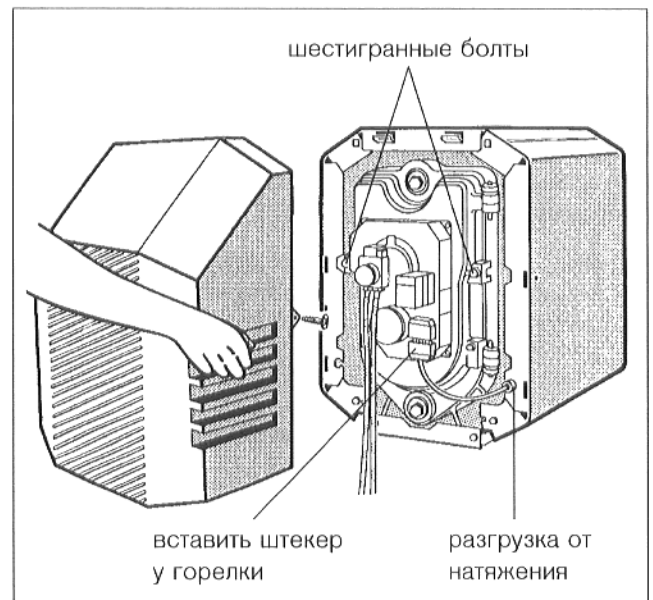

Рис. 24
- Ослабить стопорную гайку на обратной стороне разгрузки провода от натяжения, и установить длину провода горелки, от разгрузки от натяжения, до горелки. Затянуть стопорную гайку (рис. 24).
- Вывинтить шестигранные болты у дверцы горелки, открыть дверцу и снять ее (рис. 24).